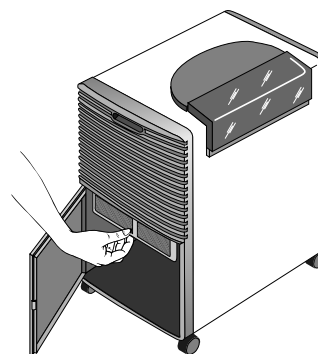

Fig. 4
- Pour ôter ce filtre, ouvrir la porte du réservoir, extraire le réservoir et extraire le filtre en le tirant vers le bas (fig. 4).